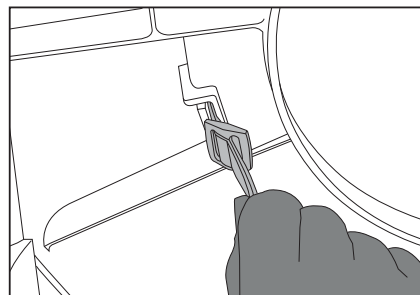

Figura 4.4
- Asegúrese de que el sujetador de plástico pase a través de la ranura por completo y luego gírelo para que quede plano. **Ver Figura 4.4.**